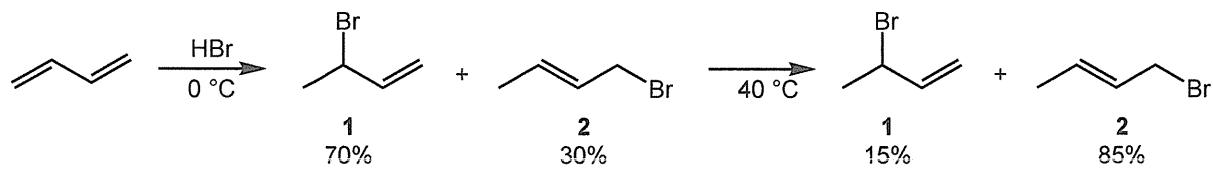

図1 1,3-butadiene への臭化水素の付加反応
1,3-butadiene は臭化水素と反応し、図1に示す 1,2- および 1,4-付加反応に由来する2種類の生成物 **1**, **2** を与える。(a)反応を 0 °Cで行うと **1** が主生成物として得られたが、反応混合物を 40 °Cに加熱すると生成物の比率が変化し、**2** が主生成物となった。この結果は、反応系中において生成物 **1**, **2** の間に平衡が存在し、低温条件では **1** が優先的に生成し、その後、より安定な **2** に異性化したことを示している。このような**1** を **A** 生成物、**2** を **B** 生成物と呼ぶ。
- (i) 図1の反応の中間体として生成するカチオンの共鳴構造式を示せ。